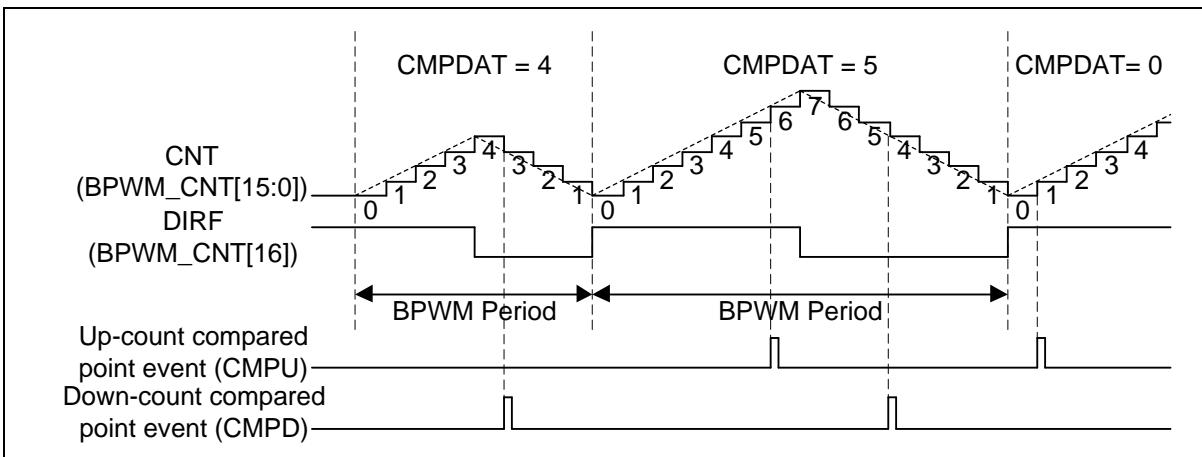

图 6.11-10 上下计数方式时 BPWM CMPDAT 事件
**CMPDAT**。CMPDAT 的值不断与计数器的值做比较。当计数器计数到比较器寄存器的值时，BPWM 会产生一个事件并以此产生 BPWM 脉冲、中断或者ADC触发信号。如图 6.11-10 所示，在上下计数方式里会有 2 个事件产生。